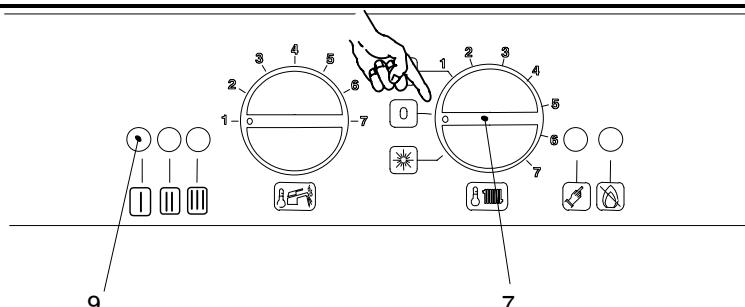

Fig. 7.2
- 2 To enter the programming phase, connect the boiler electrical powering by pressing the two-pole switch then place the working selector / heating temperature adjustment knob, see Fig. 7.2 to **OFF**
2 Для доступа в режим программирования, необходимо подключить электропитание к бойлеру при помощи двухполюсного выключателя и затем установить Переключатель режима работы / Рукоятку регулирования температуры отопления, указанной в Fig. 7.2 в положение OFF